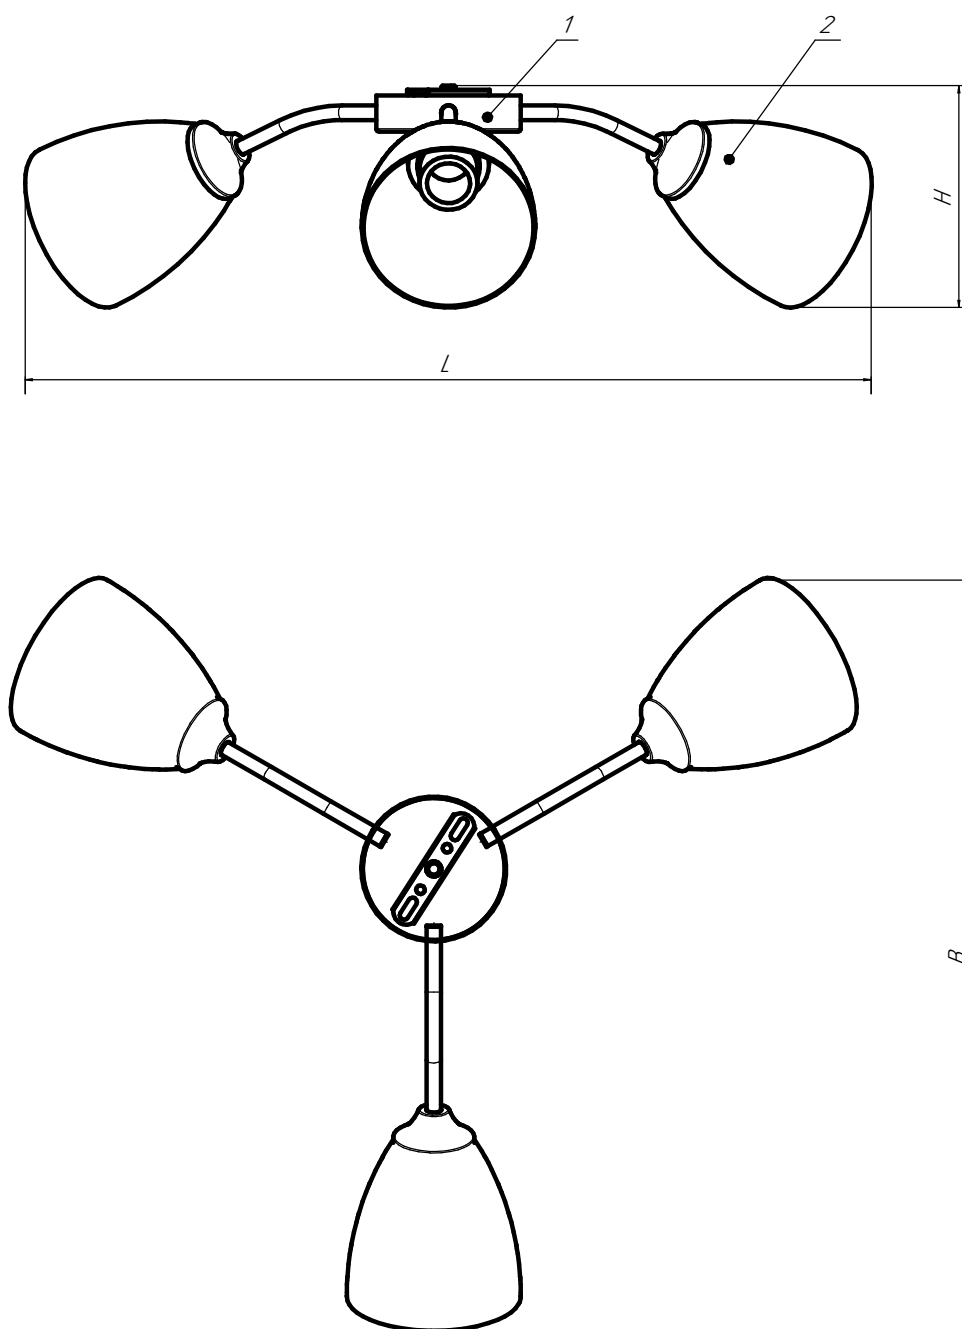

Рис.1 Общий вид светильника.
4.1 Светильник состоит из корпуса в сборе поз.1,(Рис.1) на котором закреплен плафон поз.2.